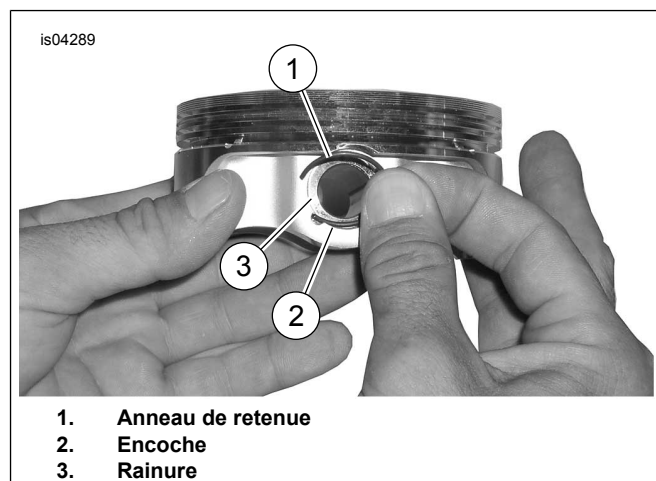

Figure 3. Circlip et piston
1. Figure 3 Insérer l'extrémité ouverte du circlip (1) dans l'encoche (2) sur la rainure (3).